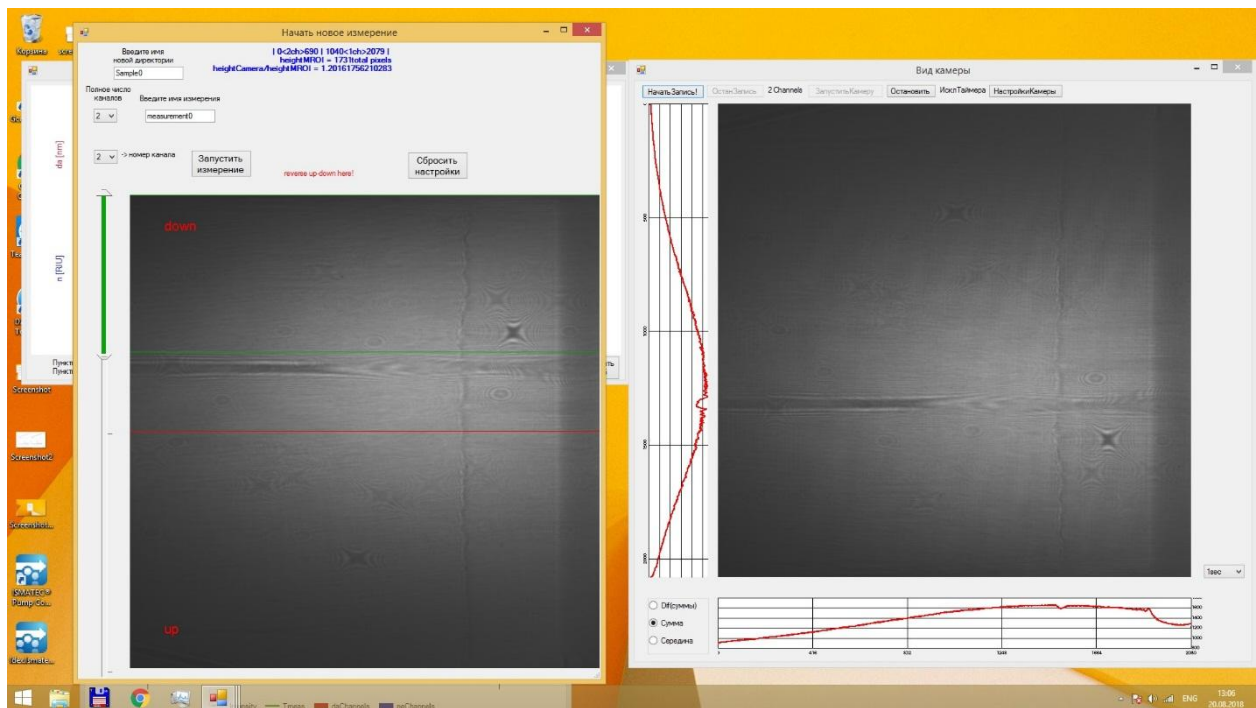
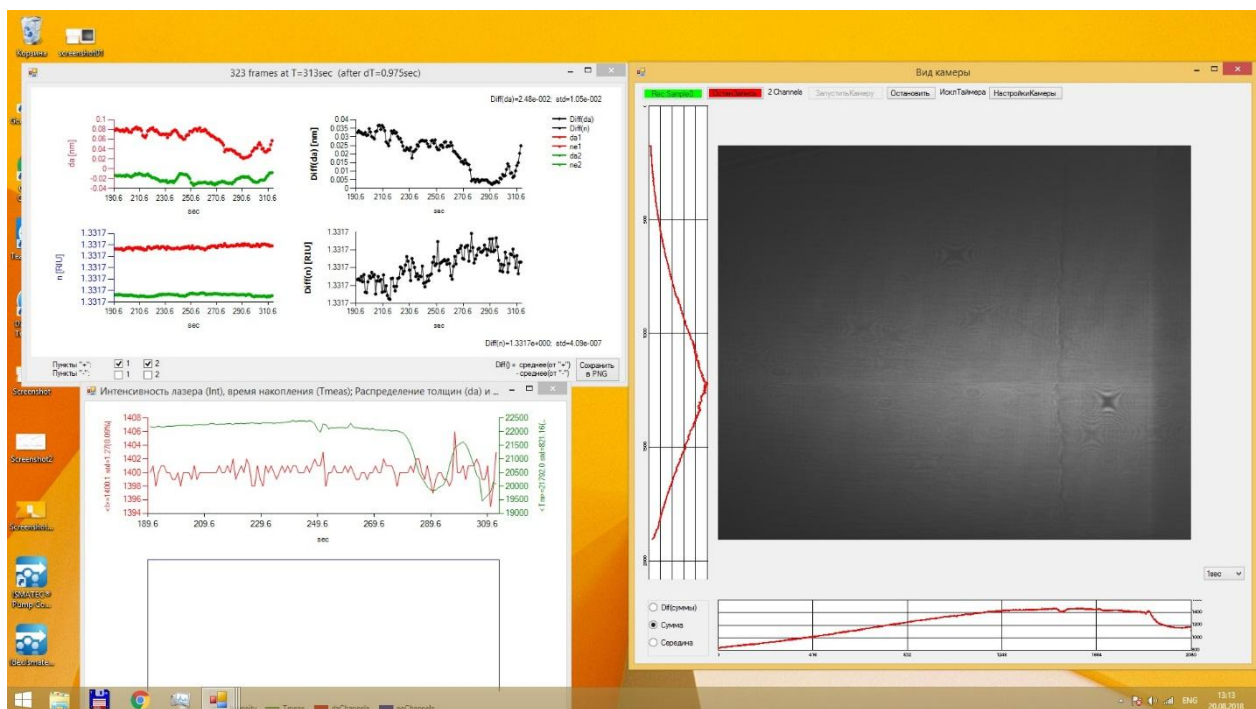

Рисунок 10 - Настройка измерения в программе «CameraView»
Рисунок 11 – Программа «CameraView» в процессе измерения. Измерение идет по двум каналам
1.2.11 Указать название эксперимента и измерения. Выбрать необходимое число каналов. В случае наличия дефектов в рабочем поле изменить ширину канала так, чтобы дефекты не попадали в область измерения. Нажать кнопку «Запустить измерение» (Рисунок 10). Закончив измерение, нажать кнопку «Остановить запись» (Рисунок 11). Открыть файл результатов в Microsoft Excel, Origin или другой программе для обработки данных. Файл результатов для данного измерения сохраняется по пути /<название образца>/<название измерения>/daResults.dat в папке, названной по дате в формате дд-Мес-гггг (например, 15-Aug-2018) и автоматически создаваемой в C:/PCBiosensors\_data/.